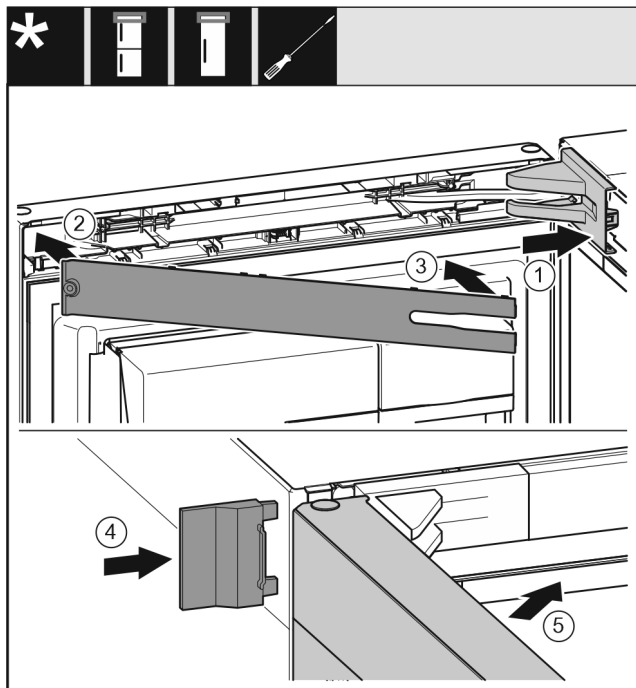

Fig. 73
- ▶ Установите и зафиксируйте крышку опорного кронштейна Fig. 73 (1), при необходимости осторожно разожмите ее.
- ▶ Установите накладку Fig. 73 (2).
- ▶ Подведите и защелкните накладку Fig. 73 (3).
- ▶ Надвиньте внешнюю крышку Fig. 73 (4).
- ▶ Закройте верхнюю дверь Fig. 73 (5).